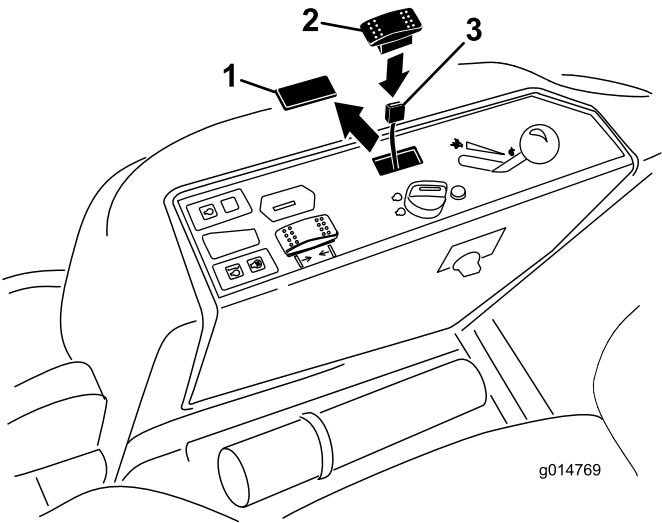

Figura 3
1. Retire el tapón del panel de control para tener acceso al hueco de montaje del interruptor (Figura 3).
2. Introduzca el interruptor en el hueco del panel de control (Figura 3). Coloque el interruptor de tal forma que se accione al presionarlo hacia adelante.